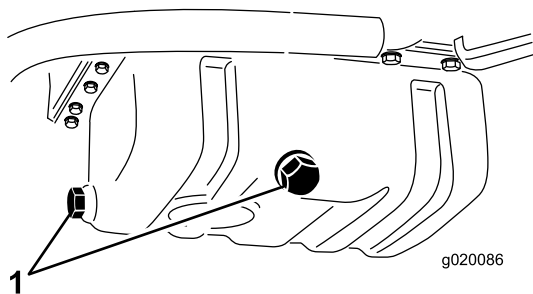

Figura 56
2. Retire o tampão de escoamento (Figura 56) e deixe o óleo escorrer para um recipiente adequado. Quando o óleo parar, volte a montar o tampão de escoamento.